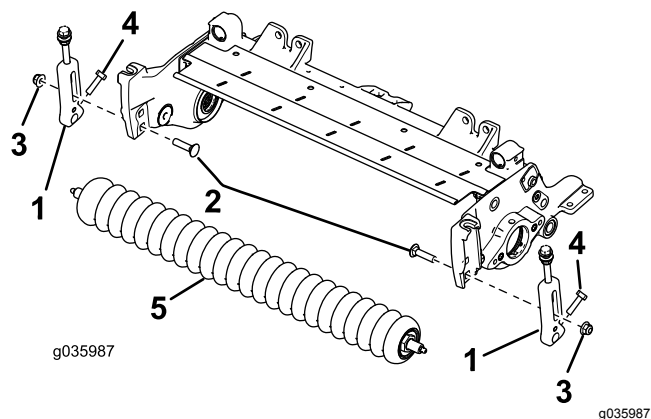

図 5
6. 刈高ブラケットをカッティングユニットのサイドプレートに固定しているキャリッジボルトとロックナットを外す 図 5。
7. 刈高ブラケットをローラシャフトの前に固定しているねじをゆるめる 図 5。
8. カッティングユニットのサイドプレートから既存の刈高ブラケットと前ローラを取り外す 図 5。